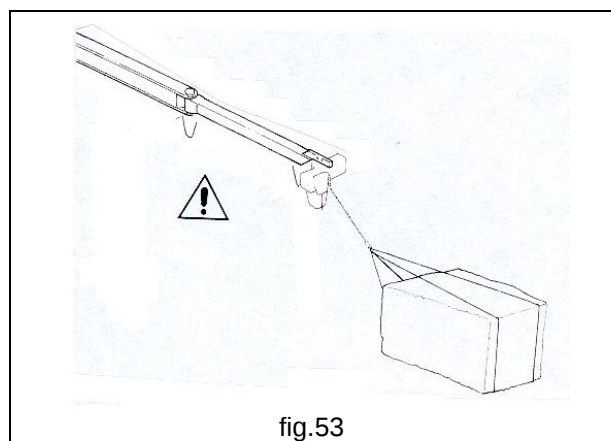

fig.53
- **Nelle manovre di sollevamento** l'operatore dovrà evitare di appoggiare il gancio a terra o sui carichi da sollevare, per non procurare il bando della catena. L'operatore dovrà tassativamente evitare di effettuare tiri obliqui con la catena, che risultano essere sempre pericolosi e mal controllabili ( fig.53 ).